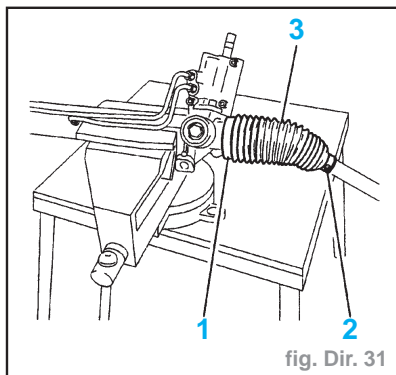
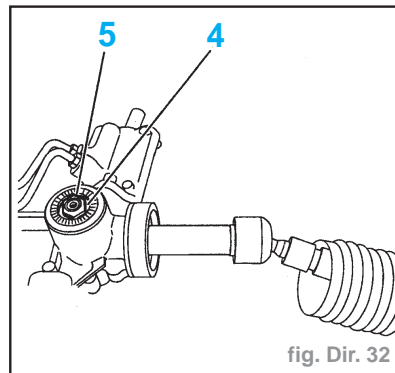

fig. Dir. 31
fig. Dir. 32
- Déposer les colliers (1) et (2) (fig. Dir. 31).
- Dégager le soufflet (3).
- Déposer le bouchon (5) de la vis (4) (fig. Dir. 32).
- La valeur (J) du jeu au poussoir doit être comprise entre **0,01 mm** et **0,1 mm**.
- la valeur (J) du jeu au poussoir doit être comprise entre **0,01 mm** et **0,15 mm**.
- reposer le bouchon plastique (5) (fig. Dir. 32)
- freiner la vis (4)
- reposer le soufflet (3) (fig. Dir. 31)